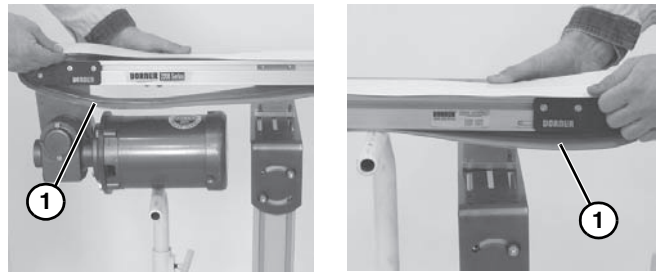

Figure 24
7. Gurt (**Figure 24, item 1**) vom Förderer entfernen.